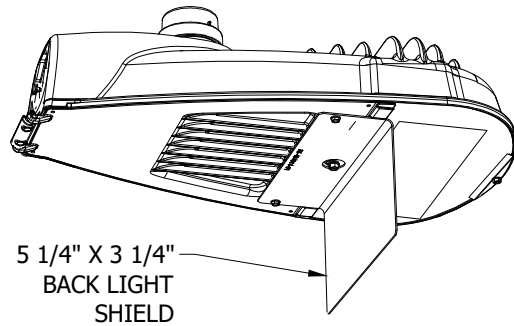
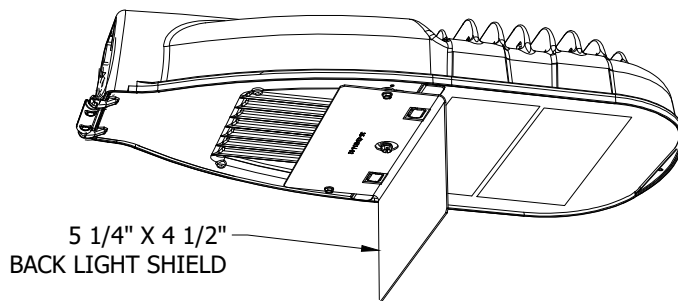

FIGURE 49
FIGURE 51
- C. MAKE SURE THE SHIELD IS ORIENTED CORRECTLY BY VERIFYING THE 1-INCH HOLE IN THE CENTER OF THE SHIELD LINES UP WITH THE LATCH SCREW ON THE DOOR (SHOWN ON FIGURES 49 AND 51). FOR THE ERL2 SHIELD, THE SQUARE CUTOUTS ON THE SHIELD SHOULD LINE UP WITH THE SQUARE BUMPS ON THE DOOR (SHOWN ON FIGURE 51).